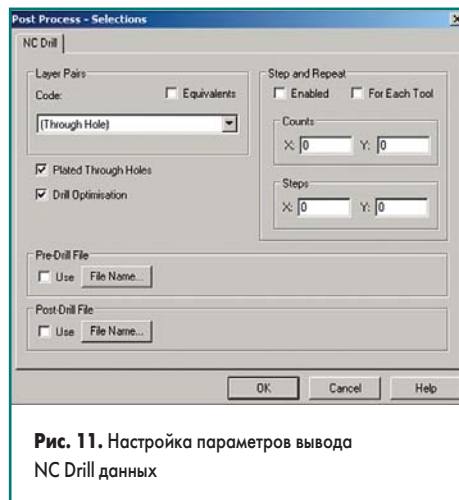

Рис. 11. Настройка параметров вывода NC Drill данных
На экране появится диалоговое окно Post Process — Selections (рис. 11), в котором требуется определить параметры вывода NC Drill данных.
12. Убедимся, что все настройки выполнены так, как показано на рис. 11, и нажмем кнопку OK.